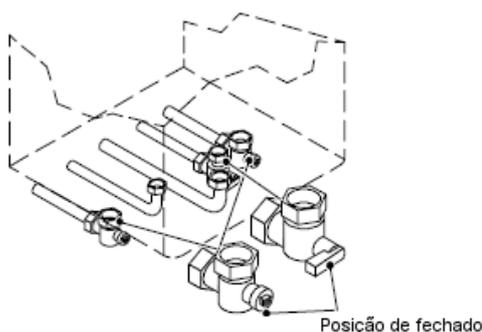

Fig. 2.10. – Vista pelo lado inferior
- 2- Fechar o passador de alimentação de gás e os passadores da instalação hidráulica (fig. 2.10.)